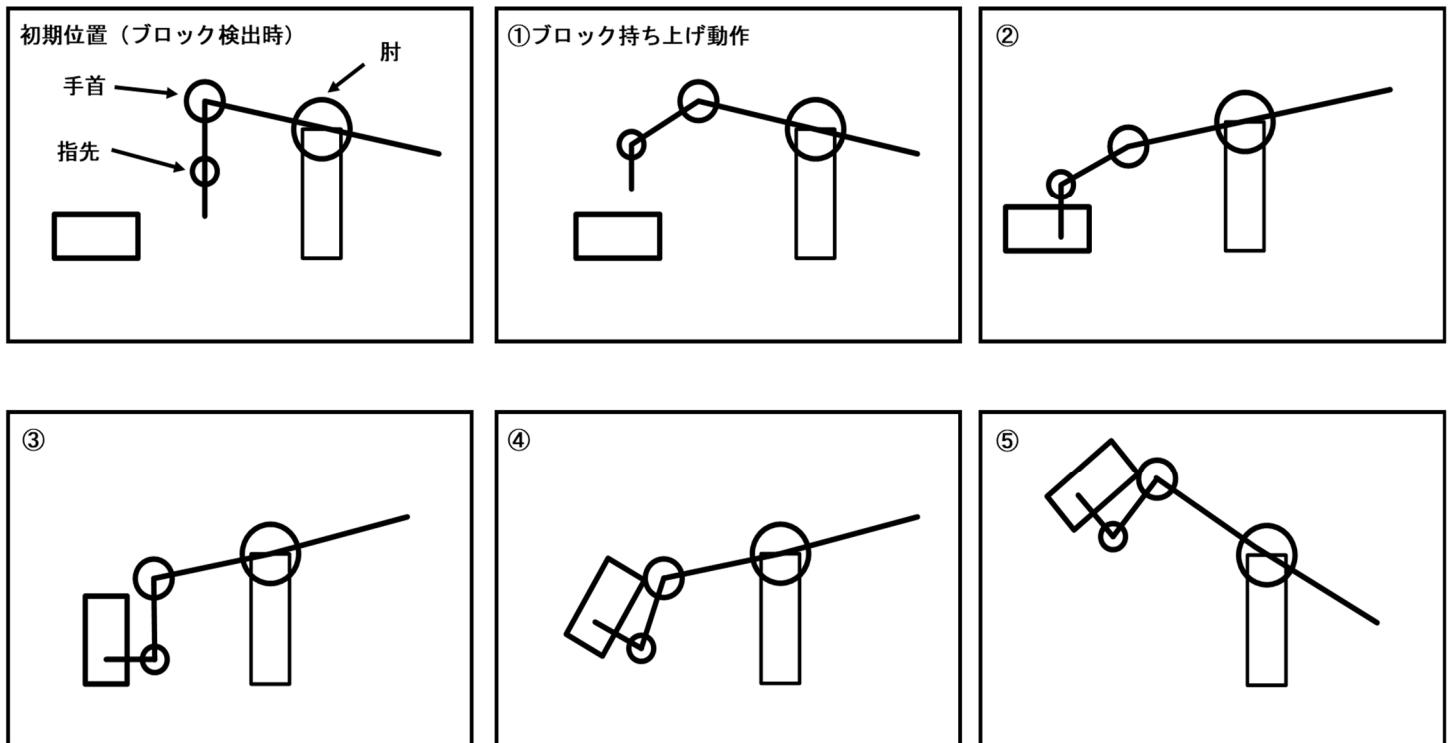

図 10 アーム動作イメージ図
上記のプログラムを変更してブロックを持ち上げられるようにする。各マシンによって適切な値が異なるためサーボモータの角度や動作時間、動作速度の調整を行い、必要であればプログラムの追加や削除などを行い、図 10 のアーム動作イメージ図 (①～⑤) を再現できるようにプログラムの調整を行う。もし、マシンの可動域が適切ではない場合は、p.10 以降のサーボモータの可動域調整を参考に調整を行うこと。